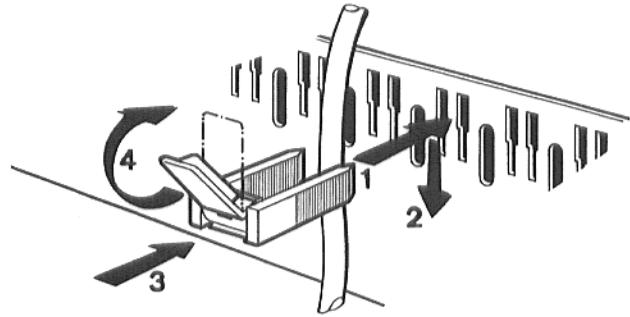

Рис. 17. Закрепить провод кабельным зажимом
- Все провода следует закрепить зажимами: зажимы для крепления кабеля с вложенным проводом, вставить сверху в щели рамы зажимов; при этом, ребро рычажка должно показывать вверх. Передвинуть зажим для крепления кабеля вниз, при этом, вдавливая его. Рычажок переставить вверх (рис. 17).